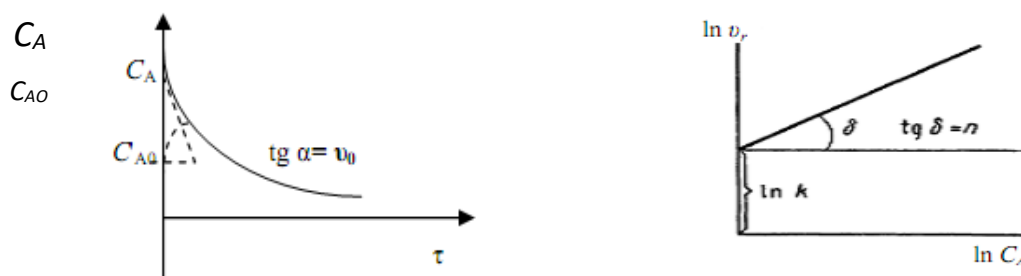

Рис.4. Определение начальной скорости и порядка реакции при переменных начальных концентрациях реагента А.
2. При применении второго метода – для нахождения порядка реакции определяют в различные моменты времени скорость реакции и концентрацию реагента А (рис.4), и, построив логарифмическую анаморфозу в соответствии с уравнением 13